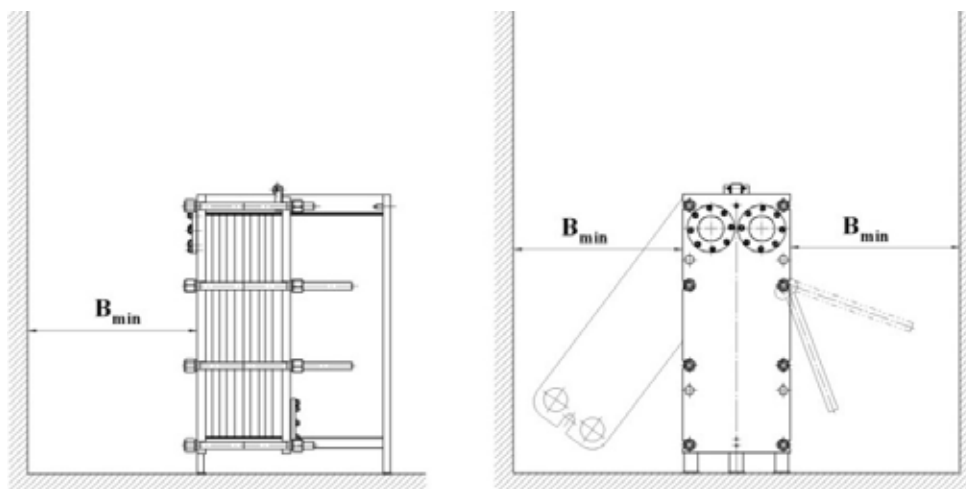

Рисунок 6. Место для обслуживания теплообменника
2.2.1.7. Выбирая место для теплообменника, следует учитывать, что для его обслуживания и ремонта потребуется дополнительное пространство (Рисунок 6). Минимальное расстояние до стен помещения B_{min} приведено в таблице 4.